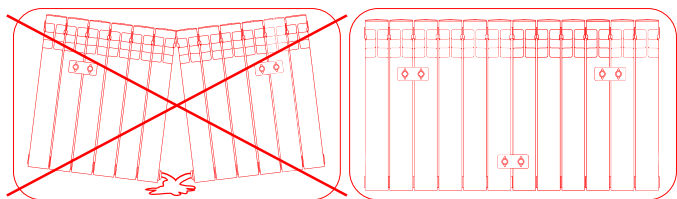

рис. 2
**3. Монтаж радиатора к стене (рис. 2)**